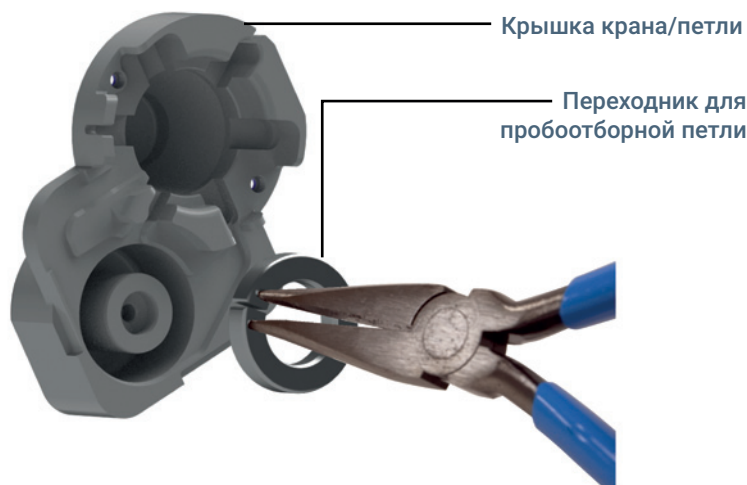

Рис. 22. Извлечение адаптера пробоотборной петли (показана модель G4556-20178) из крышки петли
- a Захватите адаптер пробоотборной петли остроносыми плоскогубцами в местах, показанных на **Рис. 22**.
- b Сожмите плоскогубцы и аккуратно вытяните адаптер пробоотборной петли из блока или крышки, как показано на **Рис. 22**.